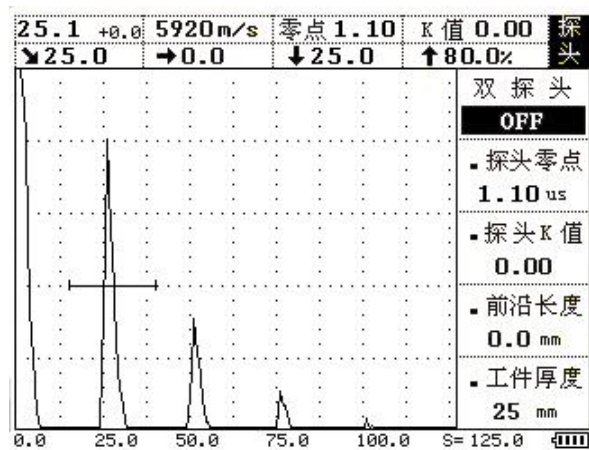

图 4-3
- 4、设置 a 闸门锁定第一个回波。按 **自动增益** 键让其最高回波达到屏幕的 80%。在屏幕的左上角显示声程值，如这一数值不等于 25mm，按 **探头** 菜单，，再按 **▲**（上）或 **▼**（下）键调整到工件厚度子菜单，再用 **▶**（左）或 **◀**（右）键将厚度调整为 25.0mm。再按 **▲**（上）或 **▼**（下）键调整到探头零点子菜单。再用 **▶**（左）或 **◀**（右）键调整，直到使数值等于 25mm。此时的探头零点即为校准后的零点。如图 4-3 所示。